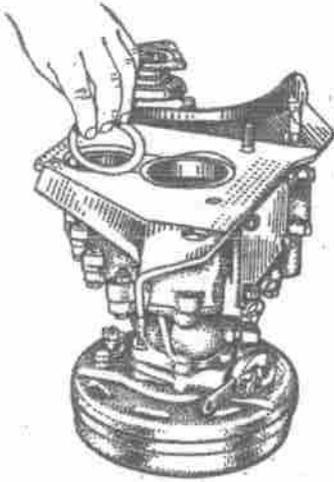

Bild 142. Verteilergetriebe mit Aufhängungsplatte, Anschlagring und Dichtung
7. Beilage auf die Aufhängungsplatte legen (Bild 142).